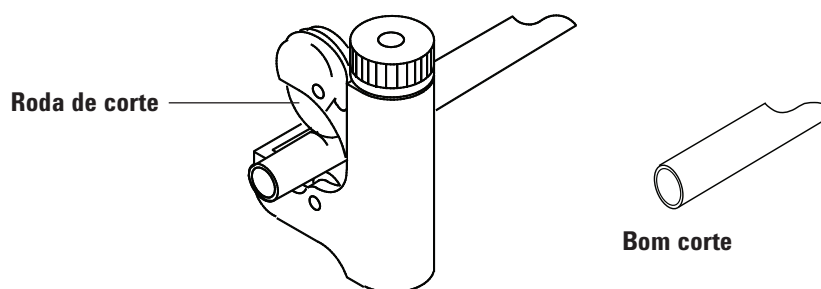

Figura 8. Cortador de tubulação típico
- 2 Corte a tubulação no comprimento, usando um cortador de tubulação. Consulte a Figura 8.